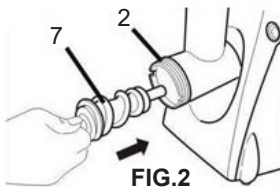

FIG.2
Inserire la vite senza fine (7) nel condotto di alimentazione fissandola sul perno motore (fig.2).
Eseguire le stesse operazioni indicate nel paragrafo "utilizzo passapomodoro" fino all'illustrazione di fig.2.